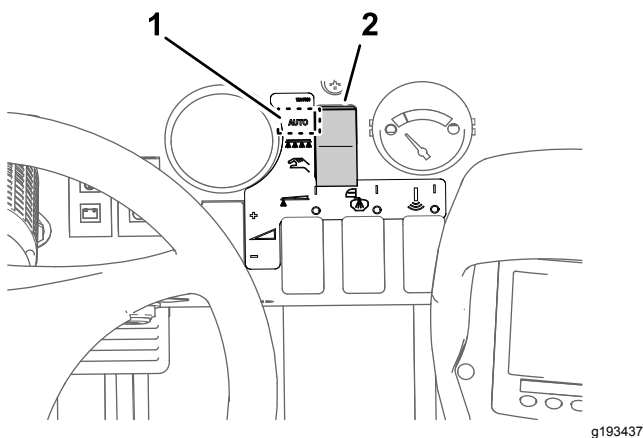

Figure 35
3. Placez le secteur de mode du pulvérisateur en position Mode débit d'application (Figure 35).